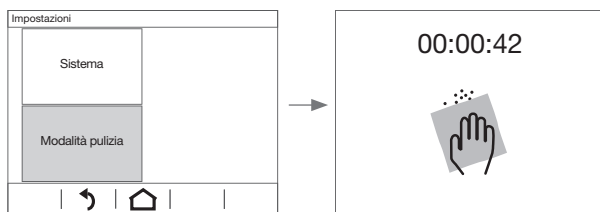

Figura 8: modalità di pulizia
- Attivare la superficie di comando  nella fascia superiore del display (8). La visualizzazione si sposta nel menu **Impostazioni**.
- Selezionare il menu secondario **Modalità pulizia** (figura 8).
Il simbolo di pulizia mostra il blocco del display sensibile al tatto. Per la durata configurata – a cadenza di **5 minuti** – i contatti non vengono rilevati. Sul display viene conteggiato il tempo di pulizia residuo sotto forma di conto alla rovescia (figura 8).